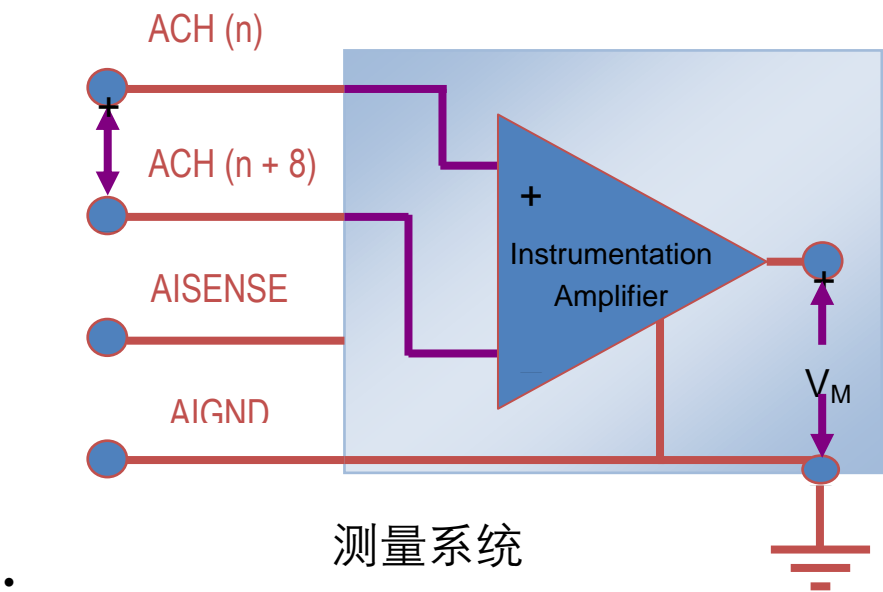

图 4-2 差分模式
- 差分模式：在一个差分测量系统中，仪表放大器的任何一个输入都不是以系统地作为参考的，如图 4-2 所示，AIGND 引脚以及放大器本身是以系统地作为参考的，但两个输入端均不以地作为参考。这里需要注意的是，当我们使用差分方式时，对于一个输入信号 需要使用两个模拟输入通道，于是整个可用通道数就减半了， 对于一个 16 通道的数据采集设备，处于差分模式下的时候，只能采集 8 路输入信号了，输入信号的配对规则如图所示，ACH(N)与 ACH(N+8) 组成一对差分输入通道。